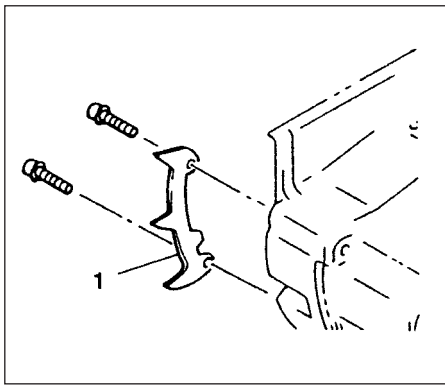

Fig.1-0
\* Montera den medföljande, pliggförsedda barkstod (1) (Om sådana finns) på enheten med de två skruvarna. (Fig. 1-0)